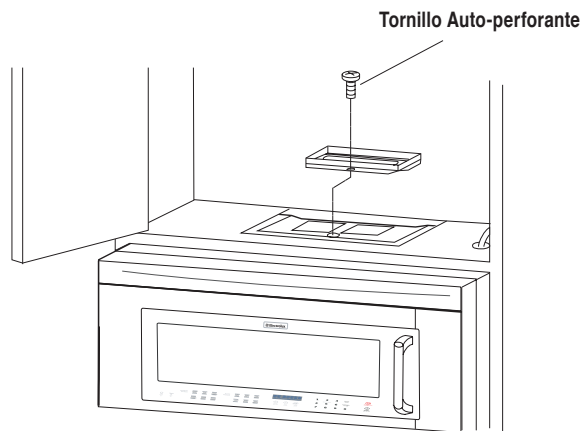

Figura 20
6. Después de montar el horno, sujete el Regulador de Succión de Extracción a la cubierta del ventilador ubicada en la parte superior del horno. Para sujetar el Regulador de Succión de Extracción, remítase al capítulo "MONTAJE DEL HORNO EN LA PARED", Vea la Figura 20 de la página 7.